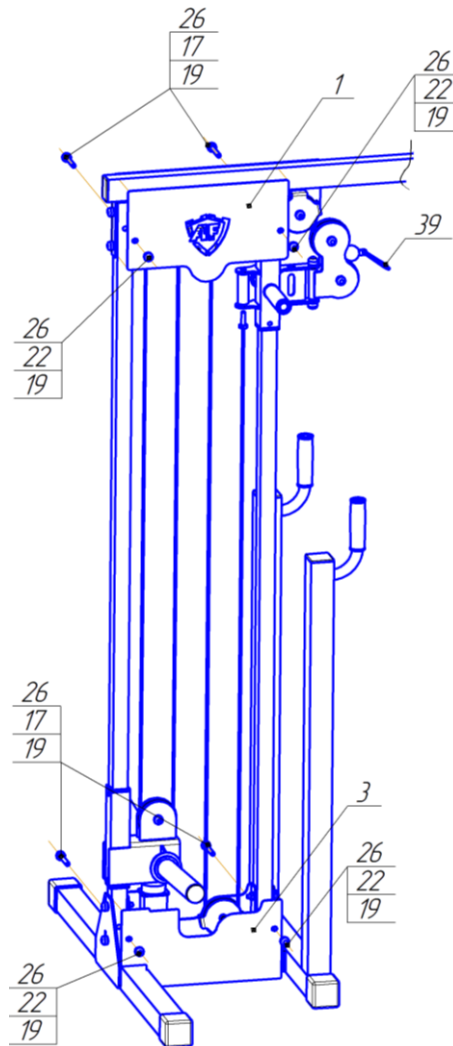

Рис.13. Схема сборки этапа №11
1. Установить пластину верхнюю (1), закрепить двумя болтами М10х70 (17) через шайбы (19) и гайкой самоконтрящейся М10 (23) через шайбу (10), как указано на рисунке 13.
2. Установить пластину нижнюю (2), закрепить двумя болтами М10х70 (17) через шайбы (19) и гайкой самоконтрящейся М10 (23) через шайбу (10), как указано на рисунке 13.
3. Окончательно затянуть крепеж установленный на этом этапе и этапе №5 двумя ключами на 17 мм (В). На каждый болт и гайку надеть колпачок (26).
4. Закрепить карабин (39) на наконечник троса (см. рисунок 13).
1. Аналогичным образом закрепить пластину верхнюю (1) и пластину нижнюю (2) на другую стойку, как указано на этапе №11.
2. Окончательно затянуть крепеж установленный на этом этапе и этапе №5 двумя ключами на 17 мм (В). На каждый болт и гайку надеть колпачок (26).
3. Закрепить карабин (39) на наконечник троса (см. рисунок 13).